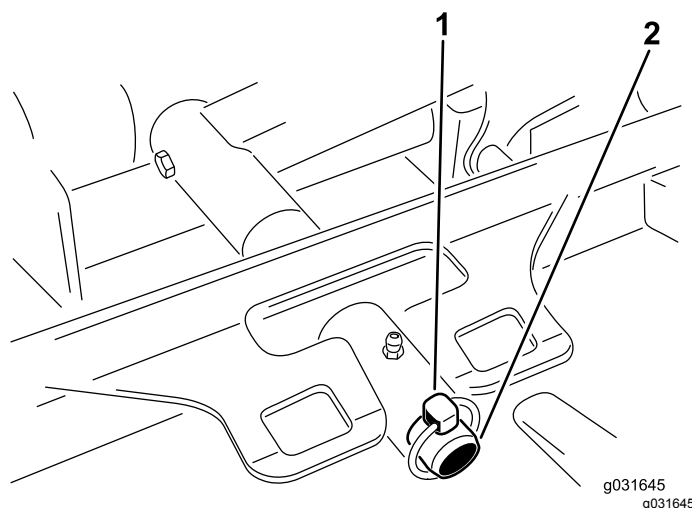

Figure 64
coupe à l'axe de pivot du bras de levage (Figure 64).
3. Poussez le bâti porteur du tablier de coupe sur la tige de pivot et fixez-le avec une goupille à anneau ou l'écrou de retenue (Figure 64).